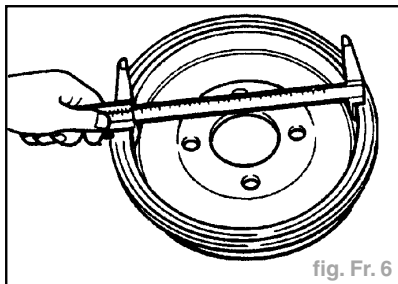

fig. Fr. 6
- Mesurer le diamètre intérieur du tambour (fig. Fr. 6).